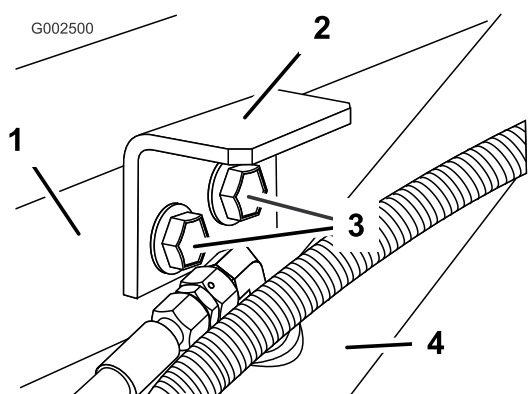

Figura 8
3. Installate le staffe di fissaggio usando i 2 bulloni e i dadi flangiati rimossi in precedenza (Figura 8).